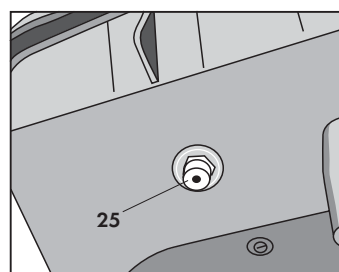

Fig. 29
e) Desserrer le bouchon de vidange (25) (Fig. 29), laisser couler tout le liquide désincrustant et rincer la chaudière à plusieurs reprises jusqu'à l'élimination totale du désincrustant.
f) Resserrer le bouchon de vidange (25) (Fig. 29) et, si vous désirez remplir la chaudière, intervenir de la manière décrite dans la "MARCHE A SUIVRE POUR LA PREPARATION" à la page 7.